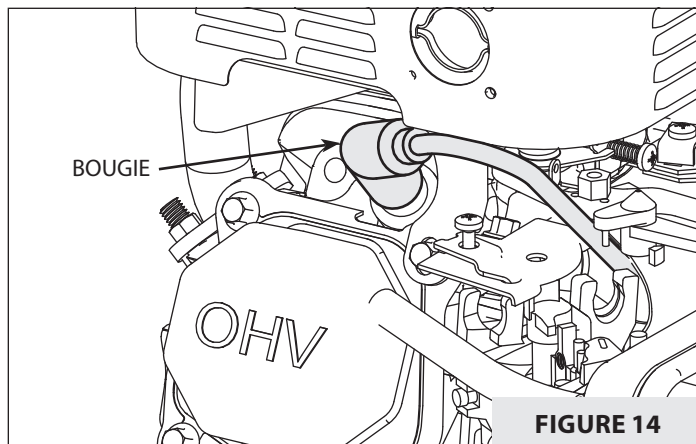

FIGURE 14
1. Débrancher le câble de bougie et l'attacher à l'écart de la bougie. **VOIR FIGURE 14** (à la page 19).
1. Débrancher le câble de bougie et l'attacher à l'écart de la bougie. **VOIR FIGURE 14.**